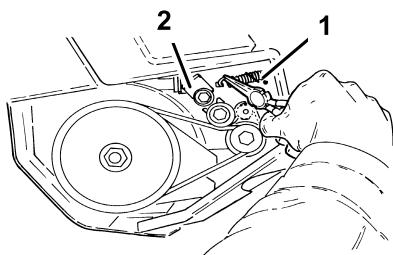

Figure 17
- Décrochez le ressort du bras de la poulie de tension (Figure 17).
- Accrochez le ressort du bras de la poulie de tension (Figure 17) en veillant à ce que la poulie de tension repose sur la courroie.